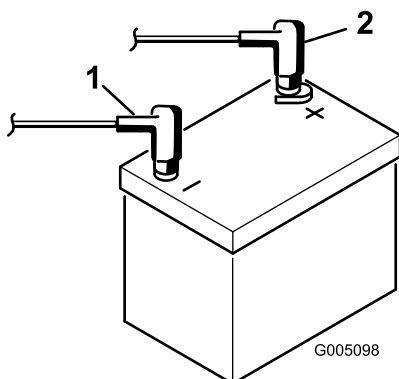

Figura 6
2. Conecte el cable positivo (rojo) de la batería desde el solenoide del motor de arranque al borne positivo (+) de la batería (Figura 6). Apriételo con una llave y unte de vaselina el terminal. Asegúrese de que el cable no toca el asiento cuando este está en la posición más hacia atrás, puesto que esto podría dañar el cable.